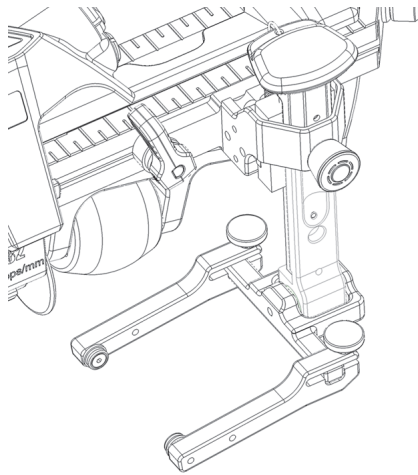

图 2-7 探头托架被插入到导轨槽中
3. 将探头托架牢牢压入导轨槽，确保偏心销保持在水平方向上（参见第42页的图 2-7）。